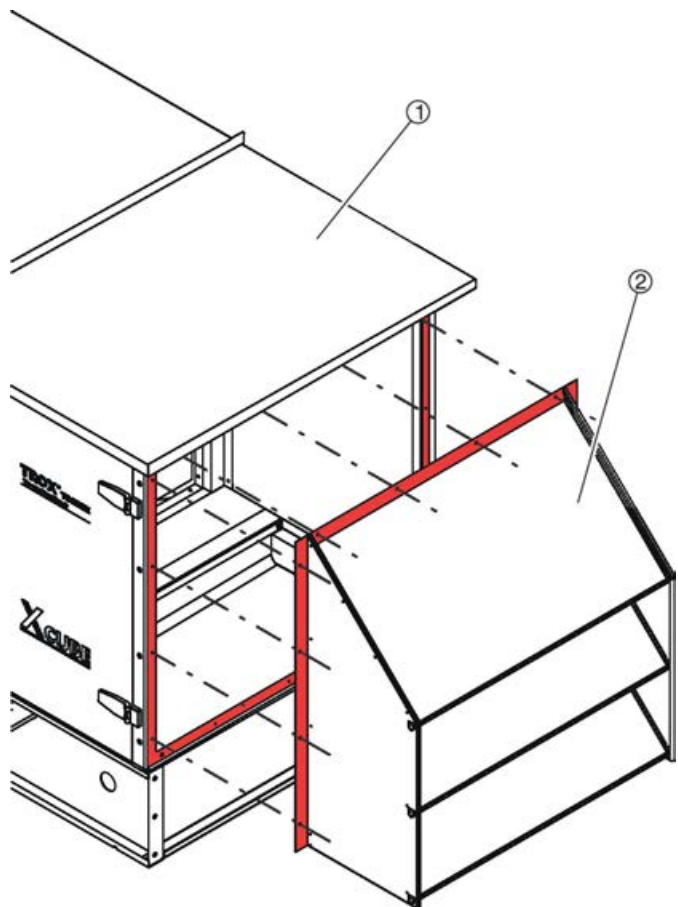

Abb. 24: Wetterschutzhaube positionieren
- 1 ▶ Die Wetterschutzhaube (Abb. 24 /2) mit dem Lochbild deckend auf dem Gestellrahmen (Abb. 24 /1) positionieren.